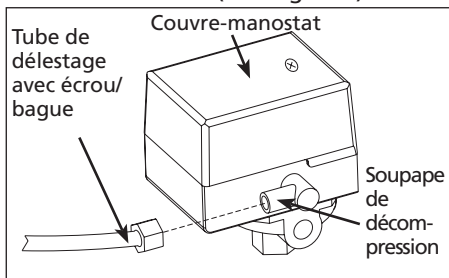

Figure 2
4. Retirez le tube de délestage de la soupape de décompression du côté manostat en dévissant l'écrou et en sortant le tube (Voir Figure 2).